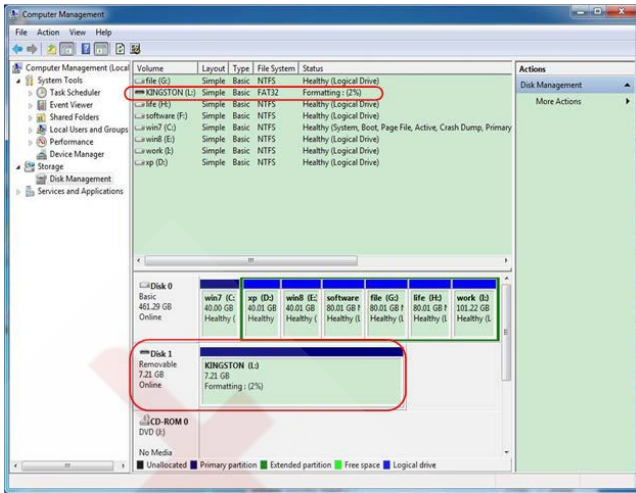

Рисунок 4.5. Процесс форматирования USB- накопителя
6) Выполняется процесс форматирования (рисунок 4.5).